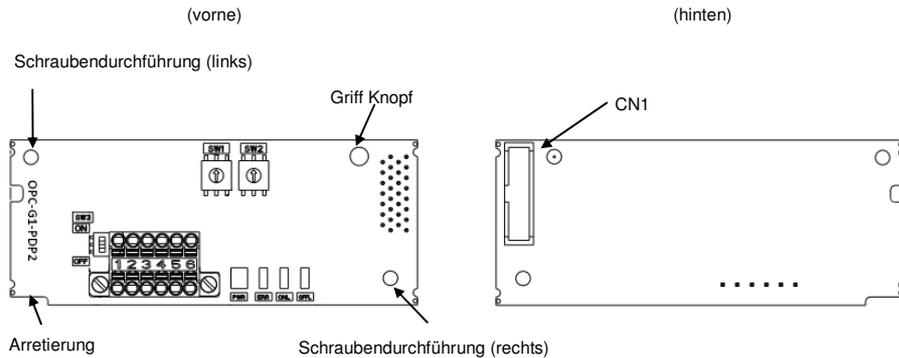

Abbildung 1-1 Beschreibung PROFIBUS-DP Optionskarte (OPC-G1-PDP)
- (1) Eine Optionskarte, zwei Schrauben (M3 × 8) und das PROFIBUS-DP Benutzerhandbuch müssen im Lieferumfang enthalten sein.
- (2) Untersuchen Sie die Optionskarte auf Transportschäden – keine defekten oder zerbrochenen Teile.
- (3) Die Typenbezeichnung "OPC-G1-PDP" muss auf der Optionskarte gedruckt sein. (Siehe Abbildung 1.1.)
- (2) Setzen Sie CN1 (auf der Rückseite der Optionskarte, siehe Abbildung 1.1) in den A-Port (CN4) auf der Steuerkarte des Umrichters ein. Danach fixieren Sie die Optionskarte mit den zwei Schrauben welche mit der Optionskarte geliefert werden (Abbildung 3.3).
**Hinweis** Stellen Sie sicher dass die Arretierung (siehe Abbildung 1.1) an der Arretierungsnase (① in Abbildung 3.2) anliegt und CN1 korrekt eingesetzt ist (②). Abbildung 3.3 zeigt eine korrekt eingebaute Optionskarte.